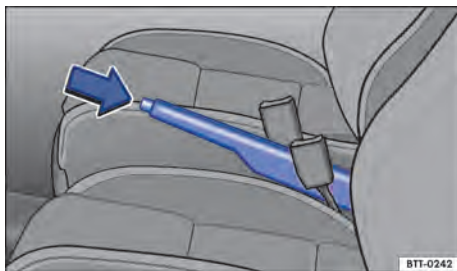

Fig. 117 Entre los asientos delanteros: palanca del freno de estacionamiento.
- Tirar de la palanca del freno de mano hacia arriba con la tecla de bloqueo presionada → fig. 117 (flecha).
- Tirar de la palanca del freno de estacionamiento un poco hacia arriba y presionar la tecla de bloqueo → fig. 117 (flecha).